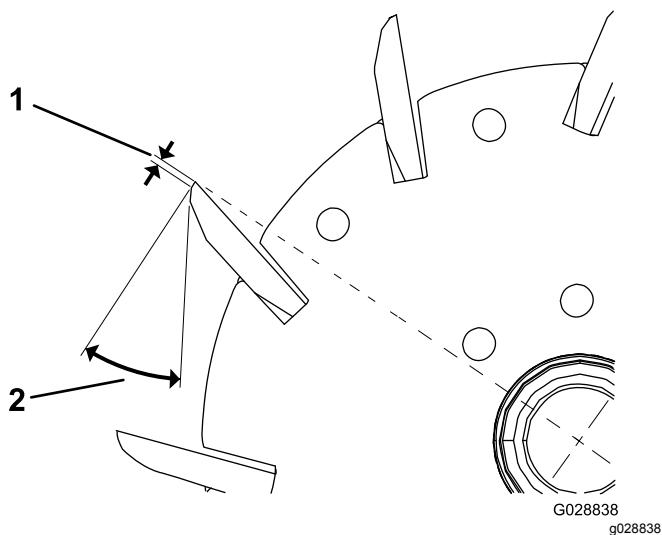

Bild 24
1. Tragen Sie einen Nachschliff von 30 Grad auf alle Messerspindeln auf, bis die Kante 1,3 mm breit ist (Bild 23 und Bild 24).